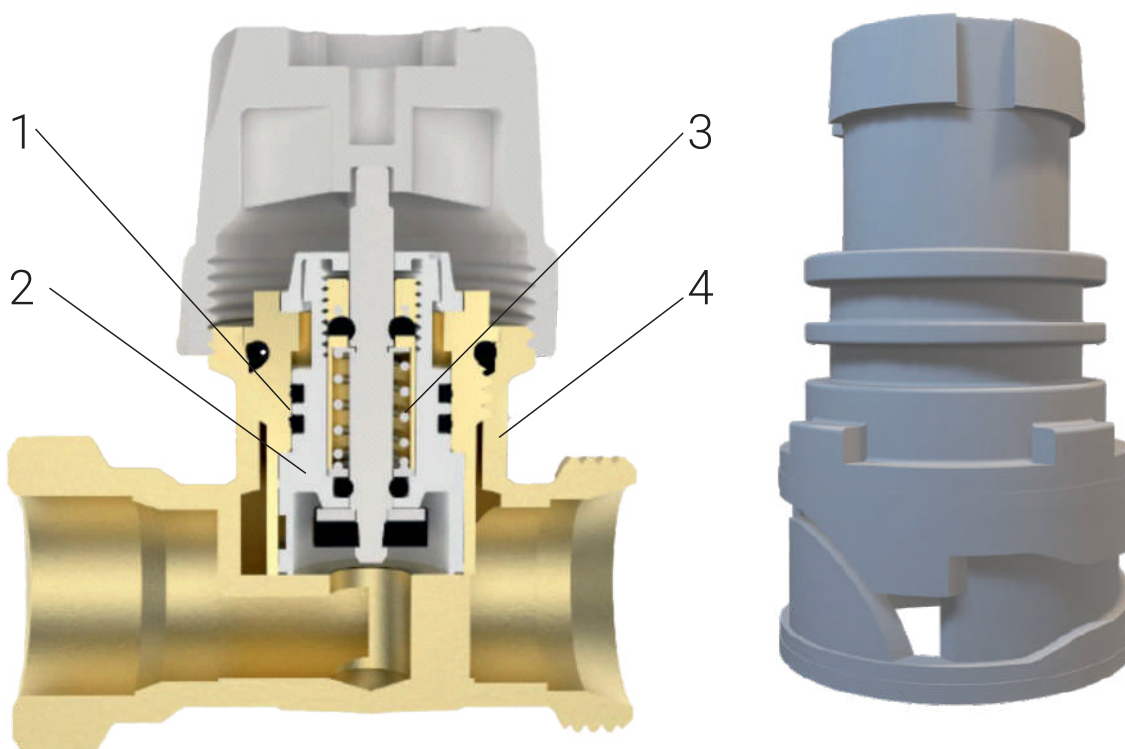

Рис. 1. Преимущества
3. **Выбор положения.** Поверните крышку до совмещения нужного значения на шкале с контрольной меткой на картридже (см. рис. 1). Диапазон преднастроек – **1...8**, каждой позиции соответствует определённое условное пропускное сечение KV(см. табл.4).